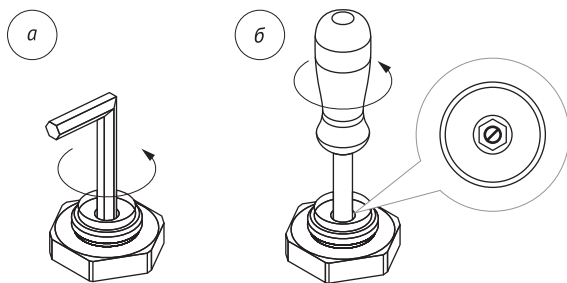

Рис. 5
Открытие и закрытие клапана осуществляется шестигранным ключом (рис. 5а). Вращение ключа по часовой или против часовой стрелки опускает плунжер вниз или поднимает его вверх, соответственно. В нижнем положении плунжер закрывает проходное отверстие и останавливает движение теплоносителя через байпас.
- с помощью шлицевой отвертки полностью выкрутите и выньте стопорный винт, головка которого находится внутри шестигранного гнезда (рис. 5б);